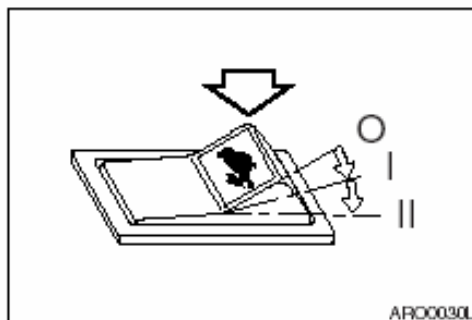

Figura 4
5. Sitúe el interruptor selector de velocidad de avance en la posición "O" (OFF). Consulte Figura 4.